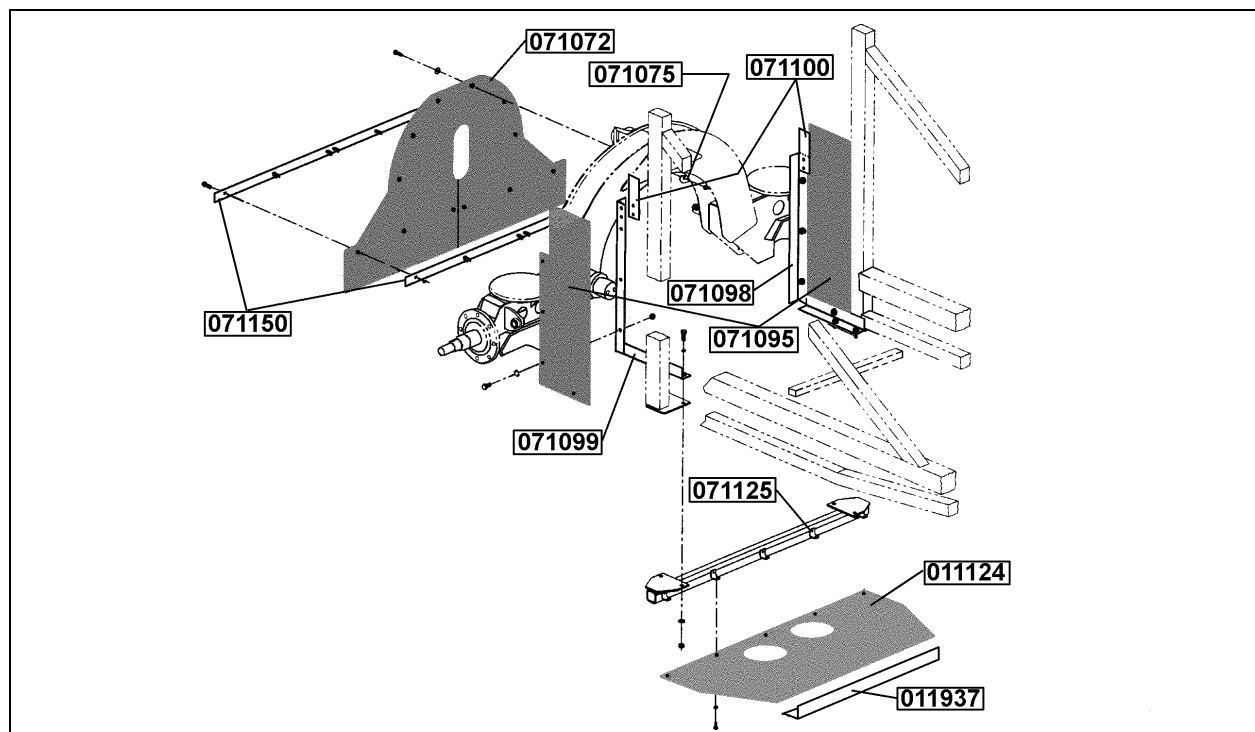

FIGURE 6 : PANNEAUX DE PROTECTION DE LA TRANSMISSION POUR LES VÉHICULES DE SÉRIE H3
1. Souder les cinq supports (Prévost #071125) sur la traverse et souder le support (Prévost #011937) sur l'autre traverse (voir les figures 6 et 7). Utiliser le panneau de protection (Prévost #071124) comme gabarit pour positionner les supports. Laisser les soudures refroidir puis enlever les scories (résidus de soudure). Repeindre les surfaces. Insérer le panneau de protection entre le support (Prévost #011937) et la traverse et utiliser les cinq vis autotaraudeuses (Prévost #502810) et cinq rondelles (Prévost #500270) pour fixer le panneau de protection sous la transmission.
3. Utiliser le panneau de protection avant (Prévost #071072) comme gabarit pour positionner les six supports (Prévost #071075). Souder les supports en place et laisser les soudures refroidir puis enlever les scories (résidus de soudure). Repeindre les surfaces. Fixer le haut du panneau de protection avec six vis (Prévost #5001418), rondelles plates larges (Prévost #5001417) et écrous (Prévost #502216). Se servir aussi du panneau de protection avant comme gabarit pour percer les supports de moyeux de l'essieu porteur. Installer les deux renforts (Prévost #071150), un à l'avant du panneau de protection et l'autre entre le panneau de protection et l'essieu porteur. Fixer avec six vis (Prévost #5001418), rondelles (Prévost #500270) et écrous (Prévost #502216) (voir figures 6 et 8).